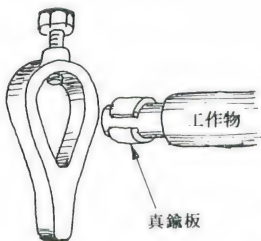

図11-13
- ①念のため親ねじ回りの掃除と給油をして軽く回転することを確認しておかないと、自動送り中に、思わぬ場所でカラ回りしたり重くなったりして失敗することがあります。
- ②外径削りの際、仕上げ削りのすんだ場所に回し金を取り付けるときは、真鍮板^{しんちゆうばん}などを巻いて保護して締めます(図11-13)。工作の途中で緩まないよう回し金の締め付けを確認します。また、加工途中で工作物を旋盤から取り外してふたたび取り付けるとき、回し金と工作物の位置関係が変わると振れが出ることがあります。これはセンターやセンター穴にわずかな偏心があるためですから、精度を確保したければ加工完了まで回し金を外したり動かしたりしてはなりません。もっと完璧にするなら、主軸側に焼き入れしてないセンターを嵌めて尖端を60°に削り、加工完了まで抜かず動かさずに使います。現物合わせの、まったく振れないセンターです。同じ理由で、面板の穴に回し金の尻尾をはめて駆動するときも一つの決めた穴だけを使います。以上は両センター加工の大切なテクニックです。